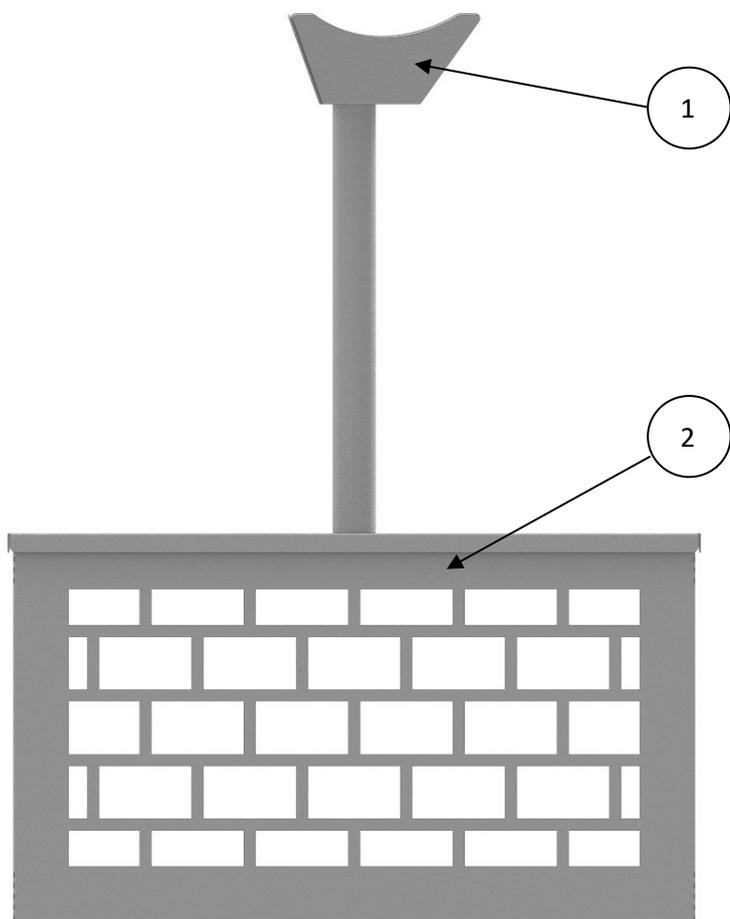
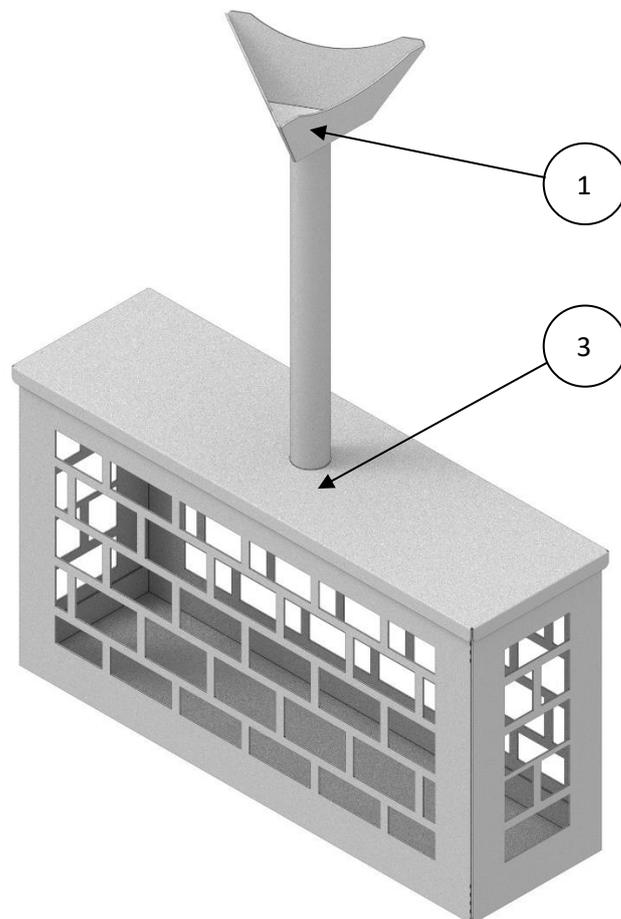

Рис. 8. Сетка для камней
Рис. 9. Сетка для камней.
2) Сетка для камней – изделие в форме параллелепипеда, с прорезанными стенками, для заполнения обвалованным жадеитом мелкой фракции или шариками из нержавеющей стали (Рис. 8. Сетка для камней – вид спереди., Рис.9. – Сетка для камней – изометрическая проекция).